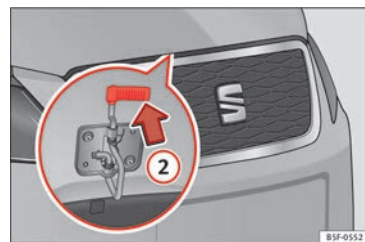

Fig. 10 Came sous le capot.
- Soulevez le capot. Appuyez sur la bascule sous le capot-moteur de manière à ce qu'elle soit orientée vers le haut » **fig. 10 ②**. Le crochet de fixation est alors déverrouillé.